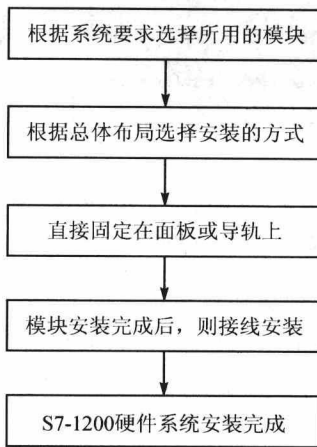

图 2 - 1 安装一个 S7 - 1200 硬件系统
SIMATIC S7 - 1200 采用了简易的安装形式,用户能够直接在面板上或标准导轨上安装 S7 - 1200,并可垂直或水平安装。在本章中将介绍 SIMATIC S7 - 1200 硬件系统的安装和拆卸步骤,并解释其基本规则。安装一个 S7 - 1200 硬件系统的基本步骤如图 2 - 1 所示。
③ S7 - 1200 采用自然冷却方式,因此要确保其安装位置的上、下部分与临近设备之间至少留出 25 mm 的空间,并且 S7 - 1200 与控制柜外壳之间的距离至少为 25 mm(安装深度)。
④ 当采用垂直安装方式时,其允许的最大环境温度要比水平安装方式降低 10 ℃,此时要确保 CPU 被安装在最下面。安装 S7 - 1200 系统的方式如图 2 - 2 所示。
⑤ 电源的处理。S7 - 1200 CPU 有一个内部电源,为 CPU、信号模块、信号扩展板、通信模块提供电源,并且也为用户提供 24 V 电源。